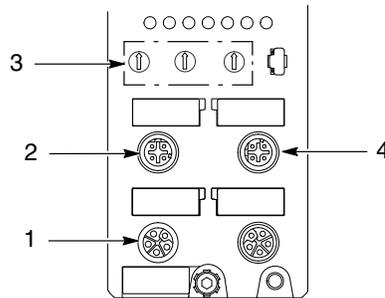

Figure 9 Ports et commutateurs DIP du module de communication
Voir la Figure 9.
- Régler les commutateurs DIP rotatifs (3) sur 0-0-0. Voir la Figure 9.